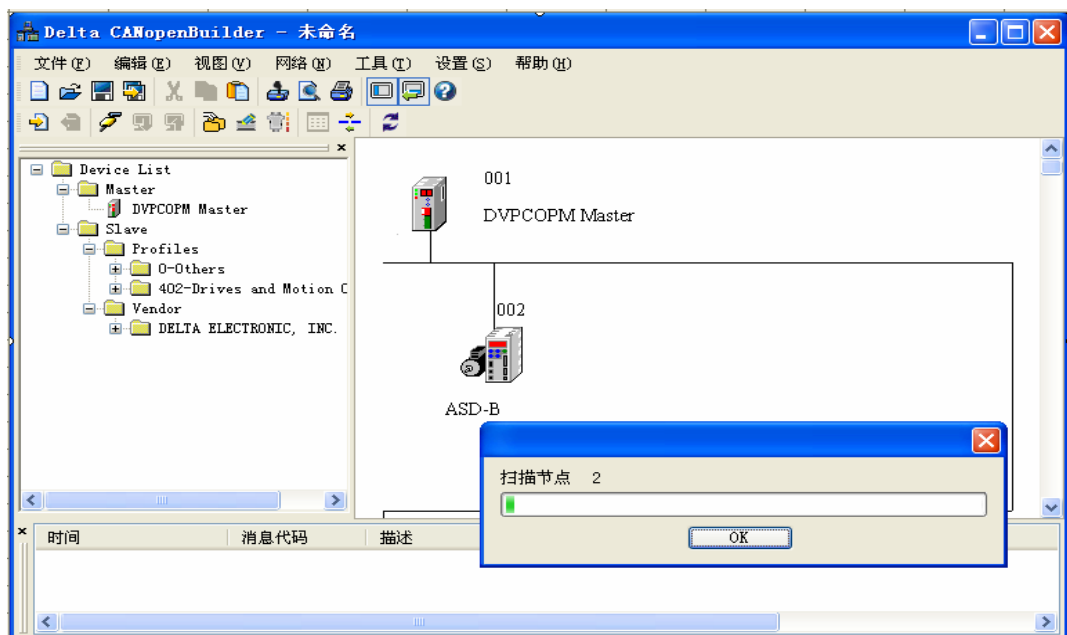

图 4-6
(5) 选择需建立通信的相应 DVPCOPM-SL 模块，点击“确定”按钮开始扫描网络上的所有从站。如果网络安装及电源供应正常，则可以看到如图 4-6 的画面：